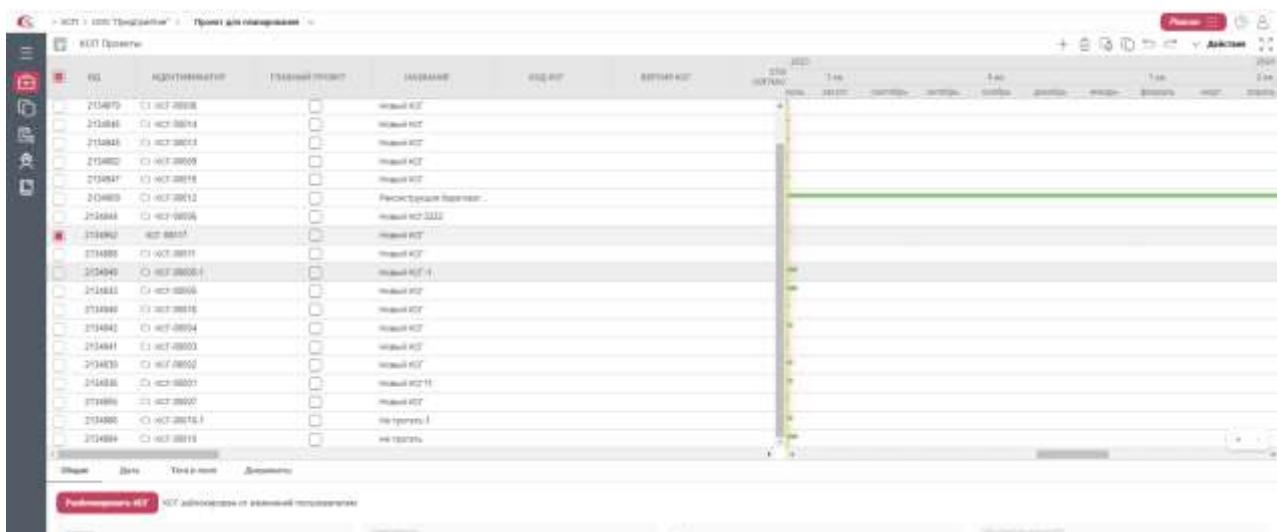

Рисунок 68– Раздел «Проекты», проект заблокирован от изменений
2. Проект заблокирован (Рисунок 68):